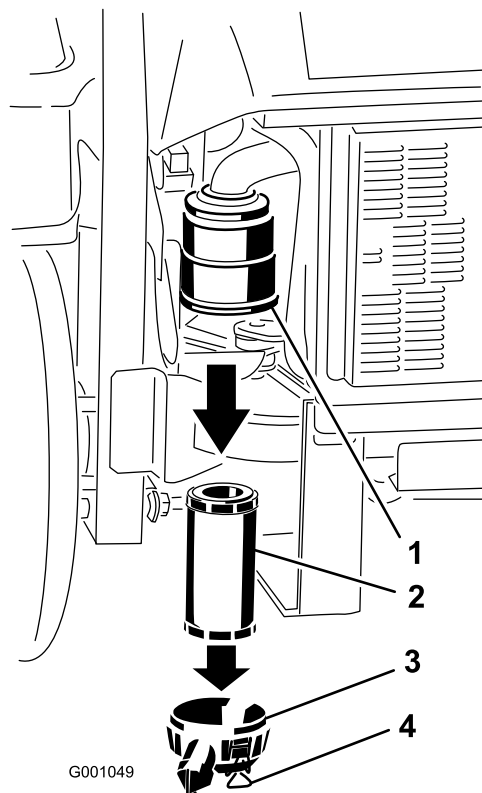

Figura 57
3. Rilasciate i dispositivi di fermo del filtro dell'aria e togliete il coperchio dal corpo del filtro (Figura 57).
5. Estraete con cautela il filtro dal corpo del filtro dell'aria (Figura 57).